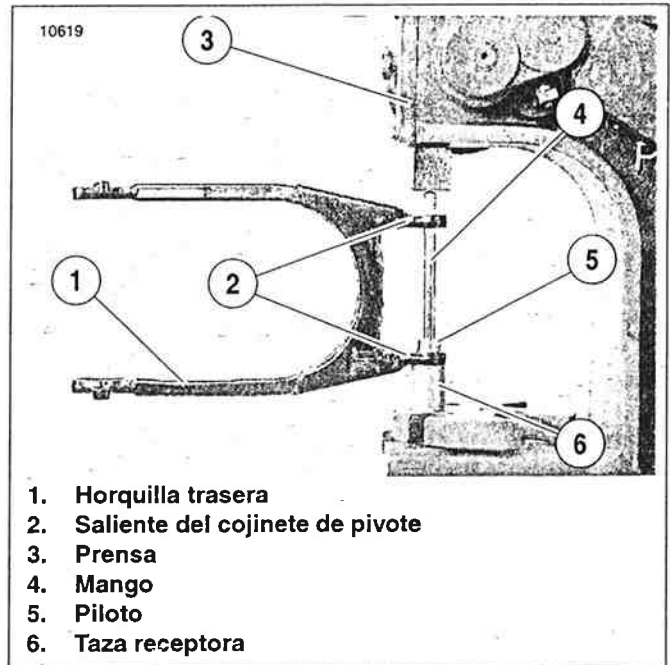

Figura 2-132. Extracción de los cojinetes de pivote de la horquilla trasera
1. Vea la Figura 2-132. Usando la HERRAMIENTA EXTRACTORA/INSTALADORA DE COJINETES (4, 5, 6) (HD-46281), cuidadosamente presione para sacar los montajes de cojinetes de los salientes de cojinete de la horquilla (2):
- a. Coloque la taza receptora (6) en la plataforma de la prensa con el extremo con receso de la taza hacia arriba.
- b. Coloque el saliente del cojinete de pivote de la horquilla trasera (2) sobre la taza como se muestra en la fotografía.
- c. Deslice el piloto (5) a través del cojinete y dentro de la taza receptora.
- d. Inserte el mango (4) a través del otro saliente de cojinete de pivote y cojinete de la horquilla trasera, hacia abajo dentro del piloto.